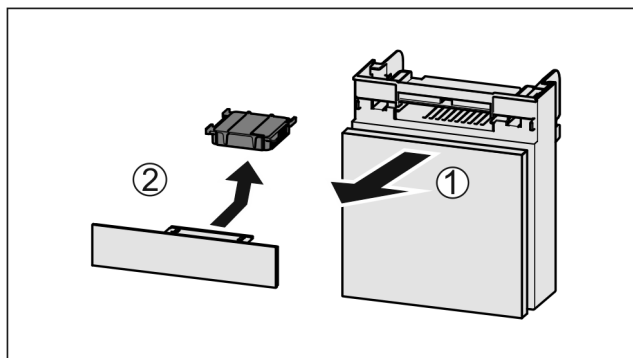

Fig. 132
- Tërhiqni kutinë nga përpara Fig. 132 (1).
- Hiqni filtrin me karbon aktiv Fig. 132 (2).